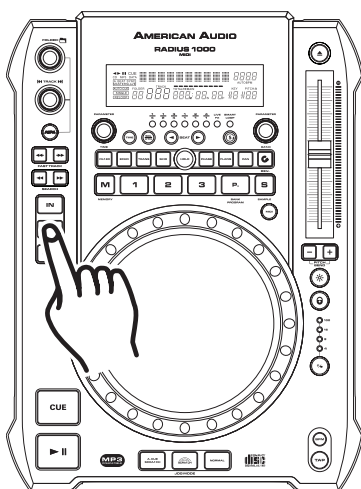

Figura 24
2) Presione el **BOTÓN MEMORY (27)**. La señal LED roja correspondiente al **BOTÓN MEMORY (27)** se iluminará para indicar que la memoria está lista para guardar información.
3) Seleccione y presione uno de los tres **BOTONES BANK (26)** en donde desea guardar su rulo y presione ese botón.
4) La señal LED roja correspondiente al **BOTÓN Memory (27)** se apagará una vez que la muestra haya sido almacenada en la memoria.
5) La muestra ya ha sido guardada. El rulo original usado para crear la misma seguirá sonando hasta que se presione el **BOTÓN OUT (15)** (Figura 24).
6) A partir de ahora, la muestra guardada puede recuperarse en cualquier momento, incluso cuando la unidad se encuentre en modo de PAUSA (PAUSE). Para recuperar la muestra, asegúrese de que la función muestra esté activada y presione el **BOTÓN SAMPLE (25)**. El botón LED azul de muestra se encenderá. Para reproducir la muestra en modo de rulo continuo, deje encendida la función muestra. Si desea reproducir la muestra sólo una vez, apague la función de muestra inmediatamente después de iniciarla. Cuando la función de muestra permanece encendida, la muestra sigue sonando hasta que la función sea apagada.